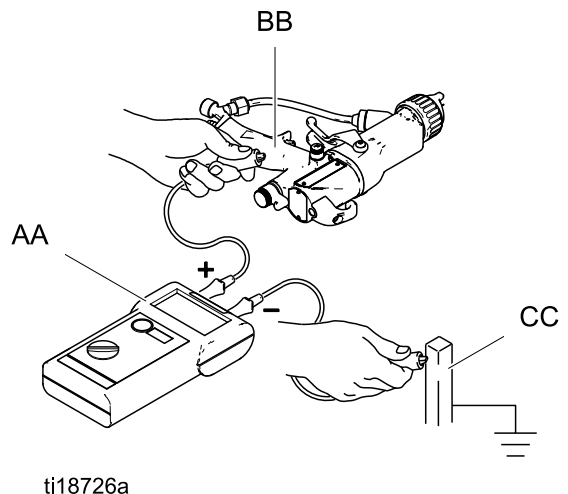

Figure 16 Elektrische Pistolenerdung prüfen
Megohmmeter Teile-Nr. 241079 (AA, siehe Abb. 16) ist nicht zur Verwendung in Gefahrenbereichen zugelassen. Um das Risiko einer Funkenbildung zu senken, darf das Megohmmeter nur dann zum Prüfen der elektrischen Erdung verwendet werden, wenn:
2. Den ES-An/Aus-Schalter ausschalten (O).
5. Der geerdete Luftschlauch (AH) muss angeschlossen und der Erdungsdraht des Schlauches mit einer guten Erdleitung verbunden sein.
6. Den Widerstand zwischen Pistolenhandgriff (BB) und einer guten Erdleitung (CC) messen. Die angelegte Spannung muss dabei mindestens 500 V und darf höchstens 1000 V betragen. Der Widerstand darf nicht über 1 Megaohm liegen. Siehe Abb. 16.